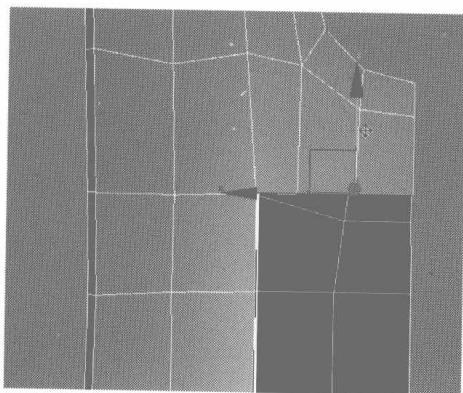
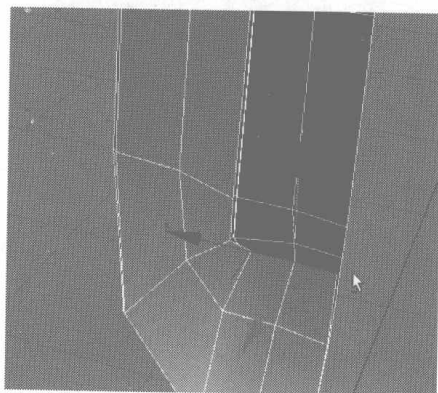

图 3.103
图 3.104
- 18** 分别选择显示屏上下两条边线进行调整，如图 3.103 所示，再选择如图 3.104 所示的边线，在 Edit Edges